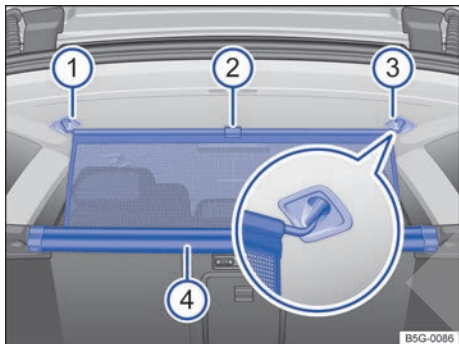

Fig. 165 En el maletero: enganchar la red de separación.
- Extraiga la red de separación de la carcasa  tirando hacia arriba de la lengüeta → fig. 165 .
- Enganche la red en el lado derecho → fig. 165  (imagen ampliada).
- Enganche la red en el alojamiento del lado izquierdo → fig. 165  comprimiendo la barra transversal.
La red de separación está montada correctamente cuando los extremos en forma de T están enganchados fijamente en los alojamientos correspondientes → fig. 165  y .
- Desenganche la barra transversal de los alojamientos → fig. 165  y .
- Enrolle la red en la carcasa → fig. 165  guiándola hacia abajo del todo con la mano.